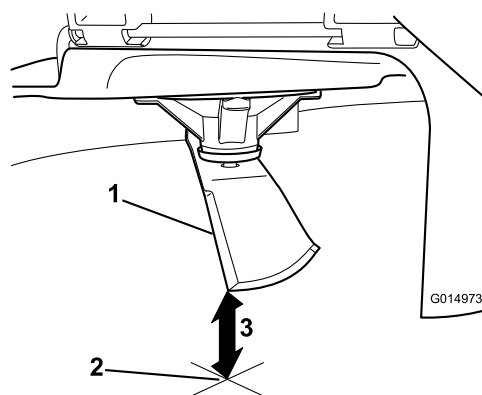

Figura 43
3. Mida desde la punta de la cuchilla hasta la superficie plana (Figura 43).